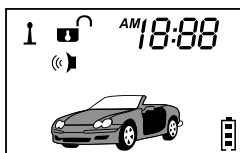

рис.6
- в) Тревога вызвана срабатыванием основных зон: двери, капот, багажник, зажигание. Сирена будет работать одновременно со вспышками указателей поворотов 30 сек. LCD дисплей отобразит сработавший триггер, например дверь, как на рис.6